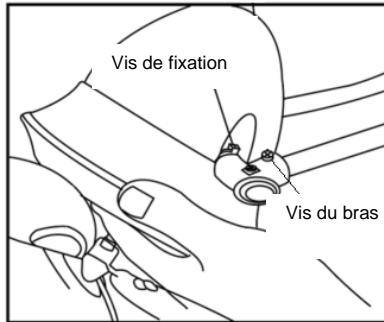

Fig. 8
- Desserrez les deux vis de fixation des deux côtés du moteur ; (Fig. 8)